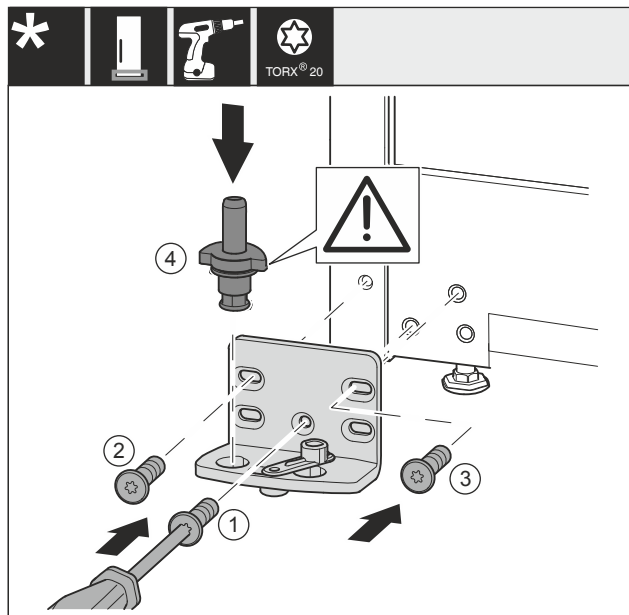

Fig. 38 *
- Ležajni podstavek namestite na drugo stran in ga po s pomočjo izvijača. Pričnite z Fig. 38 (1) spodaj na sredini.*
- Zategnite vijak Fig. 38 (2) in vijak Fig. 38 (3).*
- Vstavite ležajni sornik Fig. 38 (4) do konca. Pri tem pazite na to, da je zaskočni zapah obrnjen nazaj.*